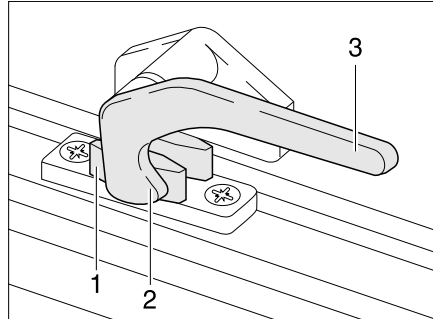

Bild 49 Verriegelungshebel in Stellung "geschlossen"
- Den Verriegelungshebel (Bild 49,3) eine viertel Umdrehung zur Fenstermitte hin drehen.
- Den Verriegelungshebel (Bild 49,3) eine viertel Umdrehung zum Fensterahmen hin drehen. Die Verriegelungsnase (Bild 49,2) liegt auf der Innenseite der Fensterverriegelung (Bild 49,1).
- in Stellung "fest verschlossen" (Bild 49)